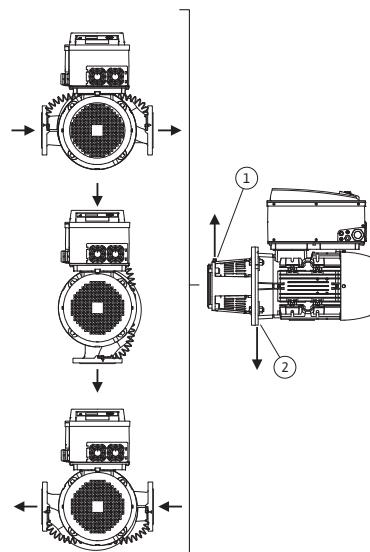
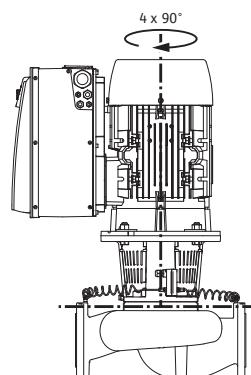

Fig. 18: Dopuszczalne położenia montażowe z poziomym wałem silnika
Fig. 19: Dozwolone położenia montażowe z pionowym wałem silnika
Dopuszczalne położenia montażowe z poziomym wałem silnika i modułem elektronicznym skierowanym w górę ( $0^\circ$ ) są przedstawione na Fig. 18. Nie przedstawiono dopuszczalnych położen montażowych z modułem elektronicznym zamontowanym z boku ( $+/- 90^\circ$ ). Dozwolone jest każde położenie montażowe, z wyjątkiem montażu „moduł elektroniczny skierowany w dół” ( $-180^\circ$ ). Odpowietrzanie pompy jest zapewnione tylko wtedy, gdy zawór odpowietrzający jest skierowany w górę (Fig. 18, poz. 1). Tylko w tej pozycji ( $0^\circ$ ) spływający kondensat może być odprowadzany przez odpowiedni wywiercony otwór, latarnię pompy oraz silnik (Fig. 18, poz. 2). W tym celu należy usunąć korek na kołnierzu silnika.
Dopuszczalne położenie montażowe z pionowym wałem silnika są przedstawione na Fig. 19. Dozwolone jest każde położenie montażowe z wyjątkiem montażu „silnik skierowany w dół”.
- Zawór odpowietrzający na latarni (Fig. 6, poz. 1.31) przy poziomym wale silnika musi być zawsze skierowany do góry (Fig. 6a: iFig. 6b:). Przy pionowym wale silnika dozwolona jest każda orientacja. Patrz także Fig. 18: „Dopuszczalne położenia montażowe z poziomym wałem silnika” na stronie 141 lub Fig. 19: „Dozwolone położenia montażowe z pionowym wałem silnika” na stronie 141.
- Przy poziomym wale silnika otwór na kondensat musi być skierowany w dół (Fig. 18, poz. 2). W razie potrzeby odpowiednio obrócić silnik.